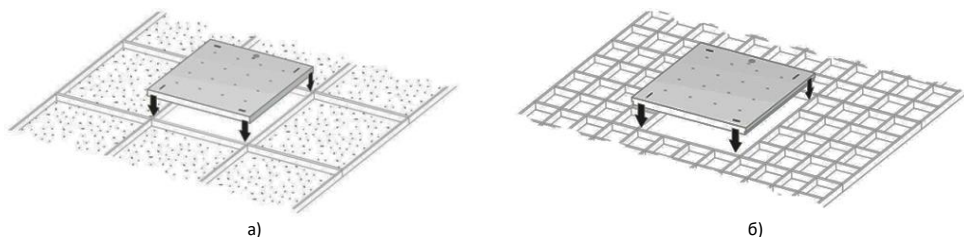

Рисунок 8 — Установка светильника Geniled серии Офис, ЛПО (а), серии Грильято (б) на подвесную конструкцию.
5.4.6. Установите светильник Geniled на монтируемое место (Рисунок 8, а — для потолка типа «Армстронг», б — для потолка типа «Грильято»). Следите за тем, чтобы кабель не оказался зажат между элементами конструкции потолка и светильника. Убедитесь, что светильник надежно закреплен на потолке.